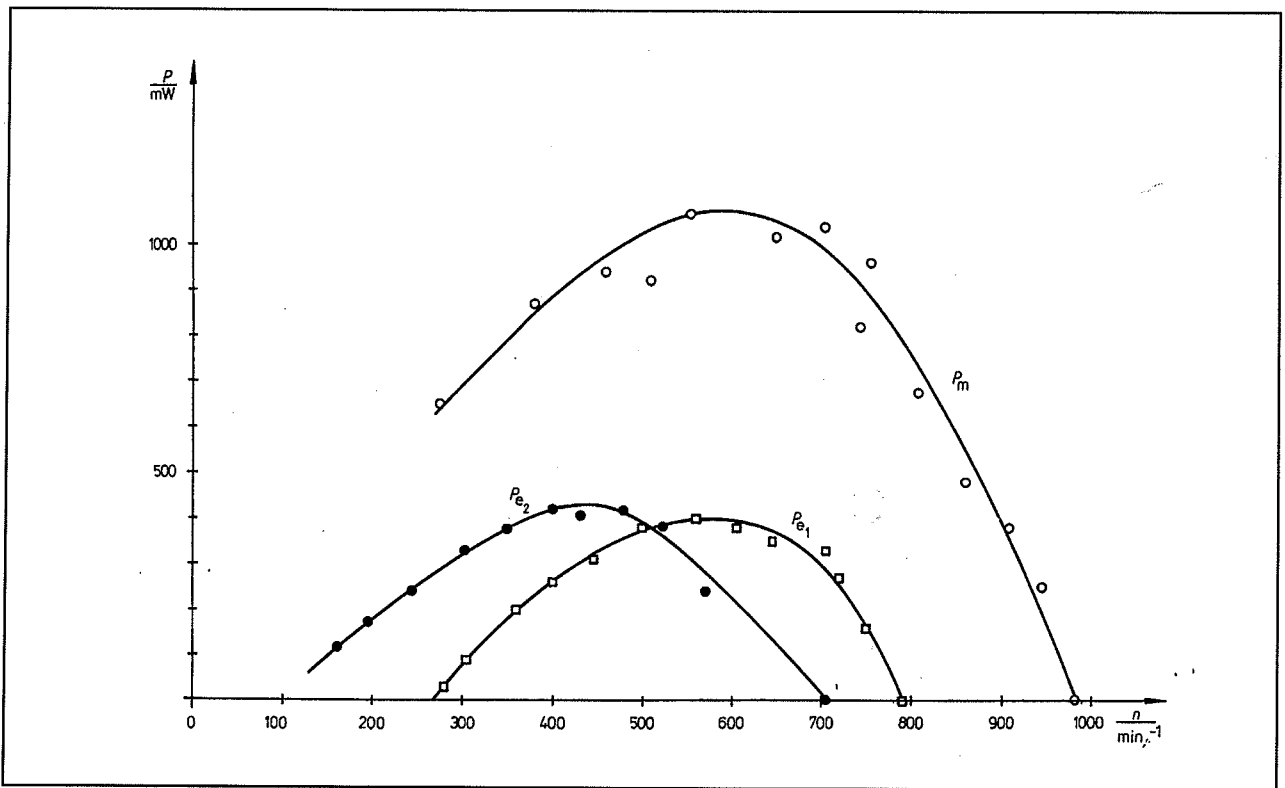

Fig. 3: Puissance mécanique P_m et puissance électrique P_e en fonction de la vitesse de rotation (P_{e1} = grande poulie, P_{e2} = petite poulie)
- Puissance méca. en fonction de la vitesse de rotation (Fig. 3)
- Puissance électr. en fonction de la vitesse de rotation (Fig. 3)